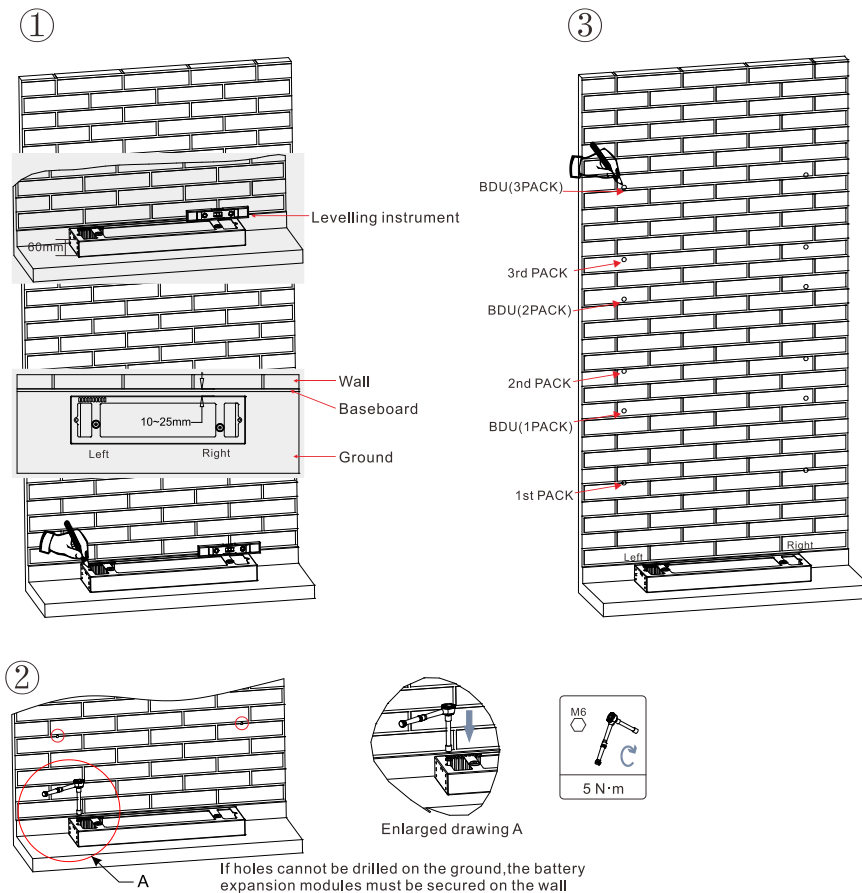

**Figura 10 – Dimensioni per l'installazione del sistema**
- 3) Usare un pennarello per segnare i fori di fissaggio del modulo batteria e la BDU in base alle dimensioni mostrate in Figura 10.